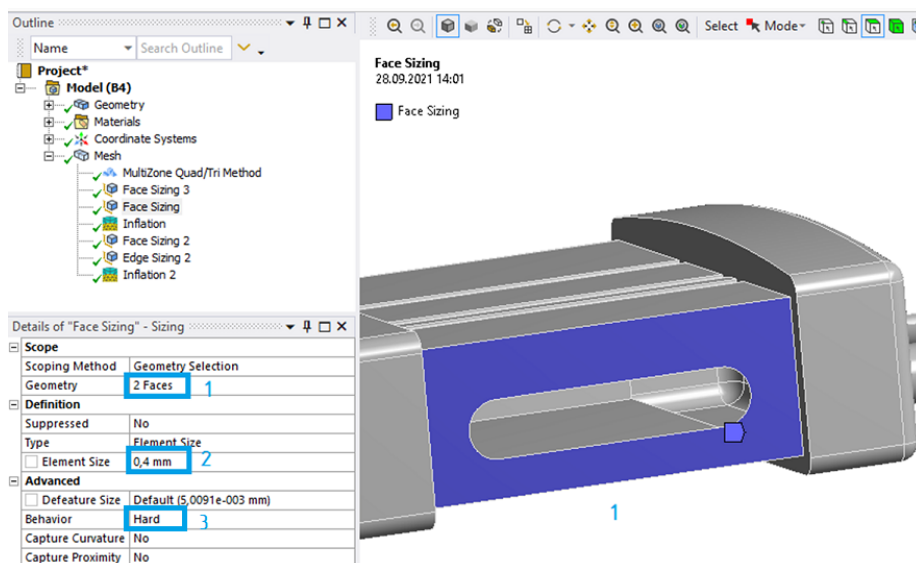

Рис. 20. Задание настроек сетки
6.4. Жмем ПКМ на **Mesh – Insert – Sizing**, выделяем две боковые поверхности с обеих сторон (1) и задаем величину ячеек (2) 0,4 мм (рис. 20). Иногда данная операция игнорируется программой из-за низкого приоритета, поэтому необходимо заменить значение **Soft** на **Hard** (3).